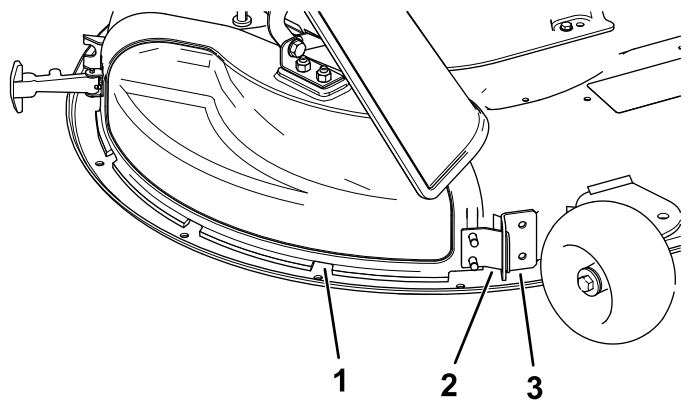

Figura 7
5. Inclinate la linguetta metallica presente sul coperchio dello scarico per estrarla dalla fessura nella staffa saldata sul piatto di taglio (Figura 7).